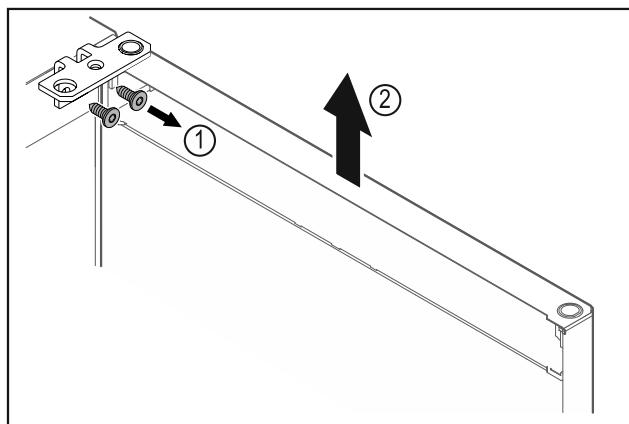

Fig. 9
- Odvijte kotnik tečaja vrat Fig. 9 (1).
- Vrata s kotnikom tečaja Fig. 9 (2) dvignite za približno 200 mm navzgor in jih snemite.